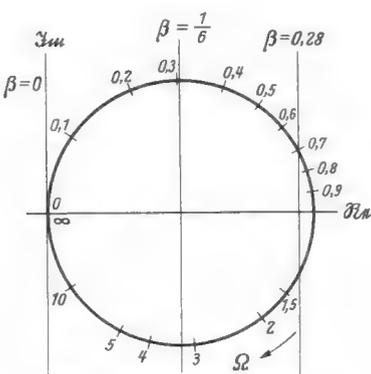

Bild 3. Ortskurve für Bild 2
In *Bild 3* ist die bezifferte Ortskurve $\alpha = f(\Omega)$ dargestellt. Die Gleichung (4) $\alpha - \beta = f(\Omega)$ geht aus dieser Darstellung dadurch hervor, daß man die imaginäre Achse um β nach rechts verschiebt.
des RC-Gliedes gegeben. *Bild 3* veranschaulicht diese Tatsache. Hat z. B. die Verstärkung eine Phase von -45° , dann muß die Kopplung eine Phase von $+45^\circ$ haben. Ein vom Koordinatenpunkt unter $+45^\circ$ gezogener Strahl